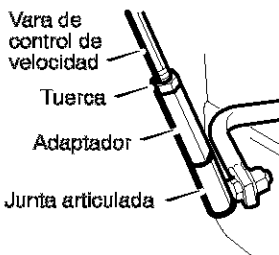

Figura 106
2. Afloje la **contratuercas** hexagonal en la **vara de control de velocidad**. Quite la **junta articulada** del **eje de cambios** (consulte la Figura 106).
4. Gire el **adaptador** hasta que la **junta articulada** quede alineada con el agujero de montaje en el **eje de cambios** (consulte la Figura 106). Una vez alineada, instale la **junta articulada** en el **eje de cambios**.